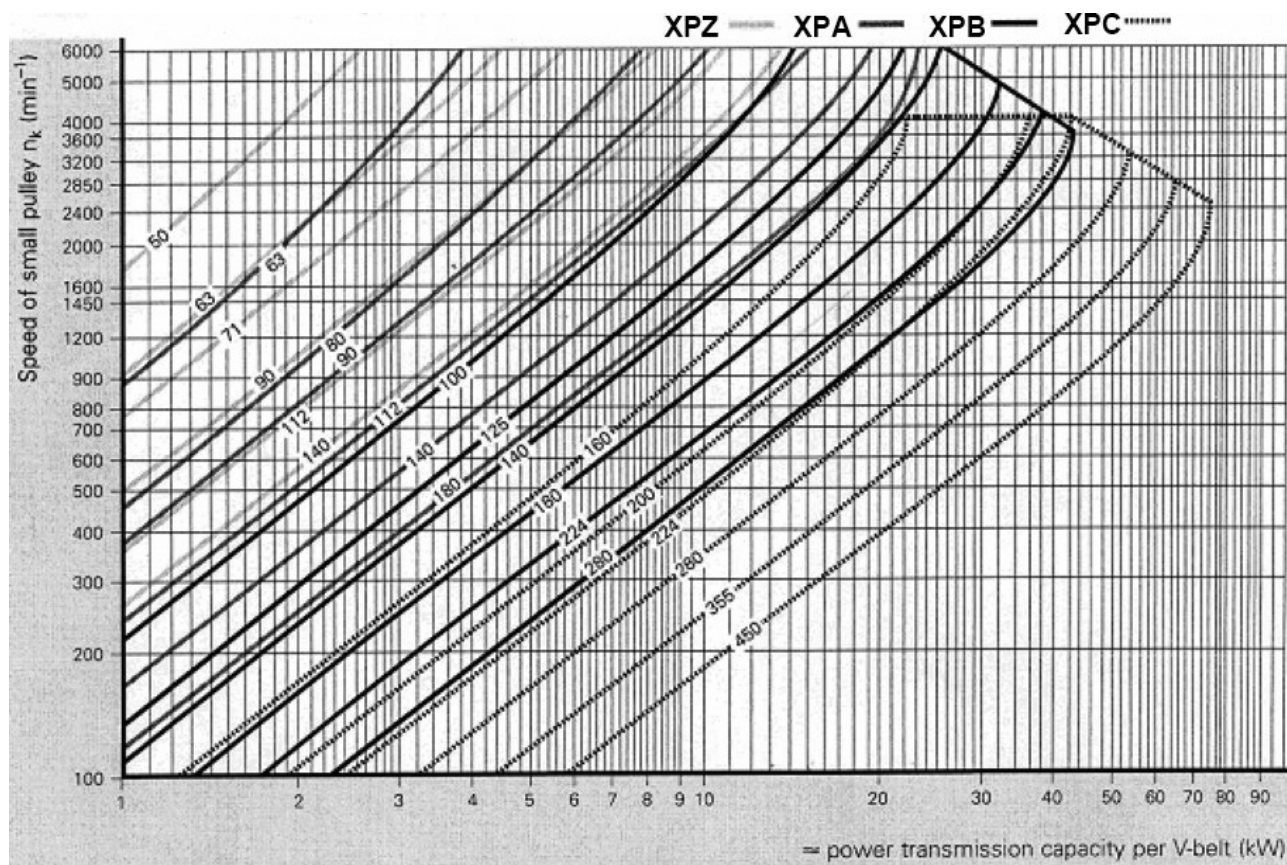
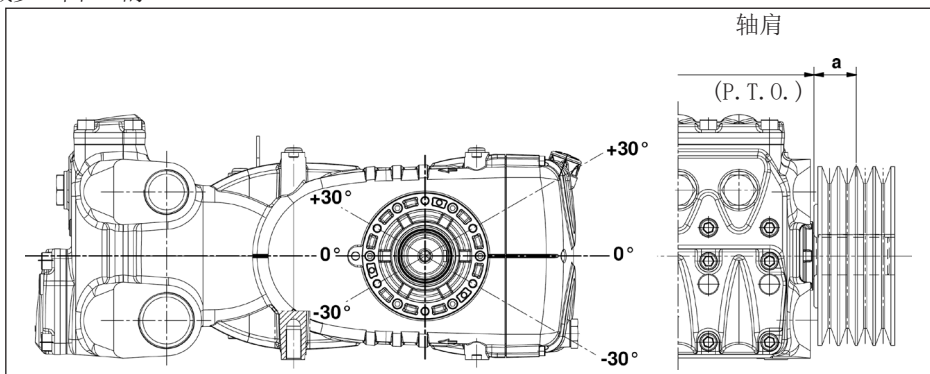

图 8
图 11
对于此型号的泵，建议使用四条XPB皮带（16.5x13齿带）；仅对长寿命，使用XPC型材，每条皮带与制造商提供的正常转数相关的特性和可传送功率值可在图 8的图标中找到。从动皮带轮（泵轴上）最小直径： $\geq 250 \text{ mm}$ 。泵轴上的径向载荷不能超过7500 N（布局定义所必须的数值）。只有该载荷作用在距离轴肩（P. T. O.）的一段最大长度 $a=40 \text{ mm}$ 时，传动才被视为适当，见图 11。
- b) 使用高效能皮带 - 例如XPB而不是SPB - 同样的功率传递, 使用的皮带数量会相对少, 继而相对轴肩 (P. T. O.) 的距离也会减少。图 11的“a”
- e) 按照图 11指出的方向张紧皮带, 其他需求请联系**技术部**或**客户服务中心**。